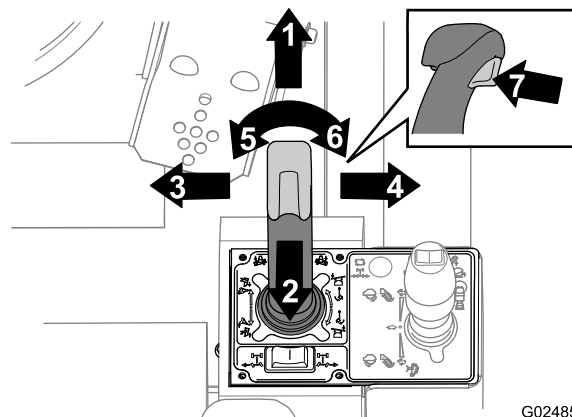
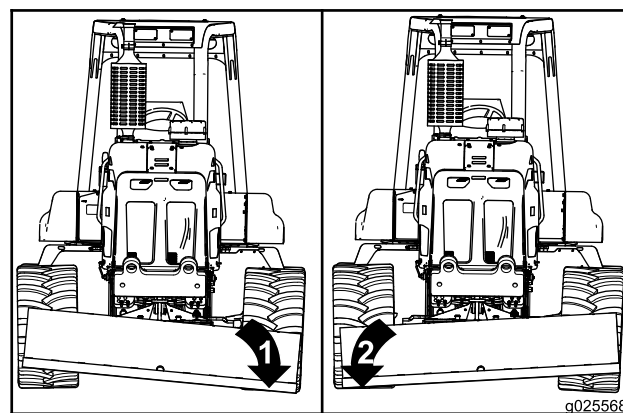
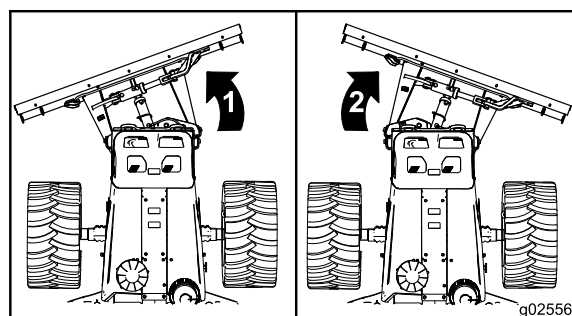

Figure 53
Figure 56
Figure 57
Utilisez la lame de remblayage pour ramener les déblais dans la tranchée. Le levier multifonction de commande de la lame de remblayage/enfouisseuse vibrante commande la lame de remblayage. Utilisez le levier, la gâchette et la commande au pouce, comme montré à la Figure 53.
- Pour incliner la lame de remblayage vers le bas et la gauche : déplacez le levier multifonction à gauche, vers vous (Figure 53 et Figure 56).
- Pour incliner la lame de remblayage vers le bas et la droite : déplacez le levier multifonction à droite, et à l'opposé de vous (Figure 53 et Figure 57).
- Pour pivoter la lame de remblayage vers la gauche : appuyez sur la moitié gauche de la commande au pouce (Figure 57).
- Pour pivoter la lame de remblayage vers la droite : appuyez sur la moitié droite de la commande au pouce (Figure 57).
- Pour bloquer la lame de remblayage en position : maintenez le levier multifonction en position de maintien (point mort) (Figure 53).
- Pour faire flotter la lame de remblayage : appuyez sur la gâchette (Figure 53).